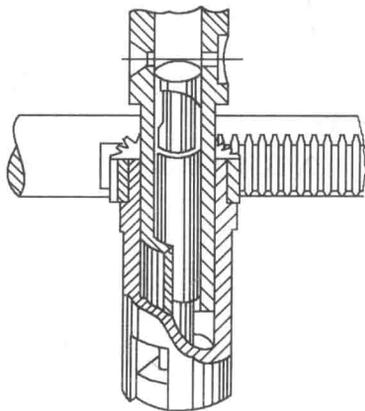

图 3-1 柱塞和柱塞套结构
(2) 在老师的指导下拆解喷油泵,认识并取出出油阀偶件和柱塞偶件。
(3) 结合图 3-1,由指导教师引导学生认识柱塞和柱塞套的结构,分析喷油泵的进油、压油和回油过程,观察柱塞结构,分析供油量调节原理,理解有效行程的概念。在柱塞上确定熄灭位置、怠速位置、全负荷位置。
(4) 由指导教师引导学生认识出油阀和阀座的结构,分析出油阀偶件在回油时的减压原理。
(5) 由指导教师引导学生认识油量调节机构;结合旋转柱塞分析供油量的调节原理;分析单缸供油量的调整方法。
(6) 由指导教师引导学生认识喷油泵驱动机构,分析驱动机构的工作过程,分析单缸供油时刻的调整方法。
(7) 解体输油泵,观看输油泵的结构,分析其工作过程。